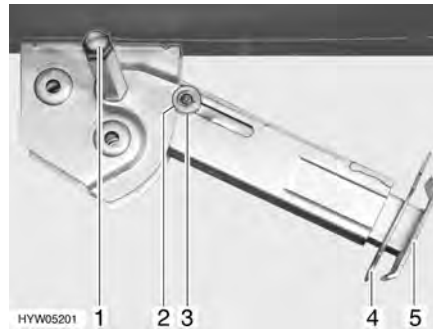

Fig. 25 Apoyo de elevación
- Colocar la llave de vaso en el hexágono (Fig. 25,1) y girarla hasta que el apoyo de elevación quede verticalmente hacia abajo.
- Extraer la clavija hendida (Fig. 25,4) de la prolongación del pie de apoyo (Fig. 25,5).
- Colocar la llave de vaso en el hexágono (Fig. 25,1) y girarla hasta que el apoyo de elevación esté de nuevo libre del suelo.
- Introducir totalmente la prolongación del pie de apoyo (Fig. 25,5) e introducir la clavija hendida (Fig. 25,4) en el orificio previsto para ello que hay en la prolongación del pie de apoyo.
- Girar con la llave de vaso en el hexágono (Fig. 25,1) hasta que el apoyo de elevación bascule hacia arriba y la arandela de guía (Fig. 25,3) esté totalmente introducida en la entalladura (Fig. 25,2).